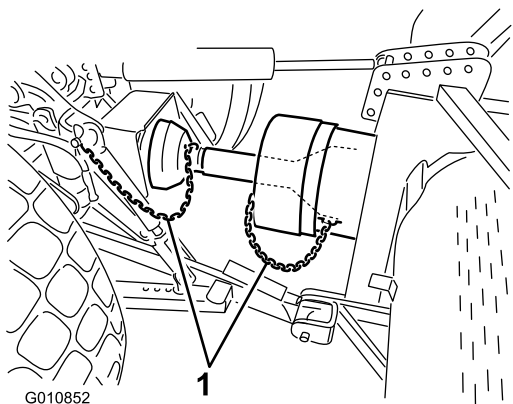

图25
6. 将护罩安全链连接到 PTO 护罩和主机支架 图25。确保升起和降下打孔机时安全链保持松弛状态。